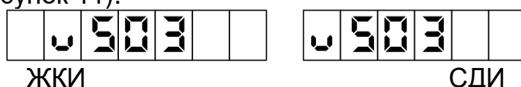

Рисунок 11
7.9 Для вывода на табло версии программного обеспечения устройства необходимо одновременно нажать кнопки "Пуск" и "Стоп", после отображения суммарного счетчика отпустить кнопку "Пуск". Через 2 секунды на табло отобразится версия программного обеспечения устройства (рисунок 11).